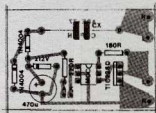

Fig.3
- FIG. 3 - CHAPEADO DA MONTAGEM - O lado não cobrindo da placa mostra todas as peças posicionadas e identificadas... Notar que a maioria dos componentes é formada por peças polarizadas, que não podem ser colocadas invertidas na placa...! É o caso do optoisolador, que deve ficar com sua extremidade marcada voltada para o capacitorzão de poliéster, o TRIAC, cuja lapela metálica deve ficar voltada para o MOC3010 ou 3020, os três diodos (incluindo o zener), todos com suas extremidades de catodo, marcadas por um anel ou faixinha em cor diferente, direcionadas de acordo com o diagrama, e o capacitor eletrolítico, com sua polaridade de terminais rigorosamente respeitada... Cuidado, também, para não trocar de lugar os dois resistores comuns... Em dúvida, recomendados ao caro leitor/hobbysta que consulte o TABELÃO APE, onde importantes subsídios são dados quanto às leituras de códigos de valores, identificação de terminais e polaridades, etc... Conferir tudo ao final, verificando o lado cobrindo da placa - se todas as soldas estão perfeitas, lisas brilhantes, envolvendo corretamente os terminais e respectivas ilhas, porém sem sobras ou corrimentos que podem estabelecer curtos perigosos...